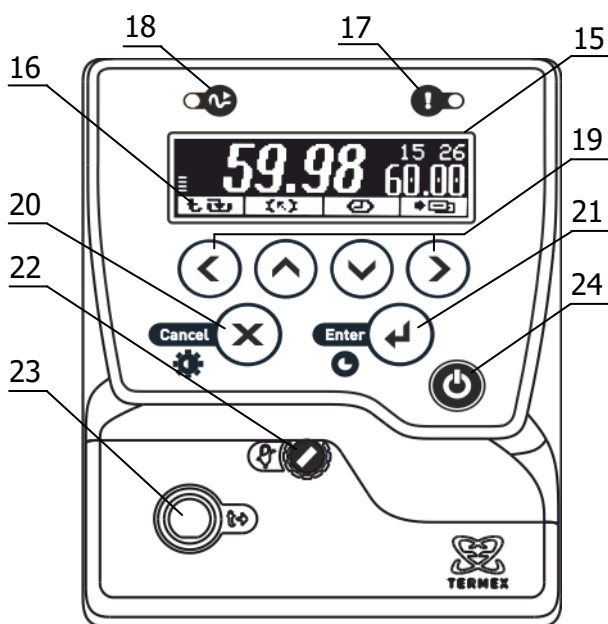

Рисунок 2 – Лицевая панель
Система безопасности блока регулирования отключает двигатель насоса и нагреватель при срабатывании хотя бы одной из защит или неисправности датчика температуры (1.2.13). При срабатывании системы безопасности раздается звуковой сигнал, загорается индикатор 17 (рисунок 2) и на дисплей 15 выводится информация о причине неисправности.
2.3.1 После подключения сетевого кабеля к электрической сети блок регулирования переходит в режим ожидания. Подключение сопровождается кратковременной подсветкой дисплея 15 (рисунок 2).
2.3.6 Для регулировки яркости подсветки или контраста дисплея нажать кнопку 20 (✕), выбрать изменяемый параметр кнопками (▲) и (▼) и установить его значение кнопками (◀) и (▶). Зафиксировать изменение нажатием кнопки 21 (↔) (рисунок 2).
2.5.6 Для выбора уставки в качестве текущей кнопками (  $\blacktriangle$  ) и (  $\blacktriangledown$  ) подвести к ней указатель. Значение отмеченной указателем уставки дублируется крупными цифрами в правой части дисплея. Для подтверждения выбора отмеченной уставки нажать кнопку 21 (  $\leftarrow$  ). Для отмены выбора нажать кнопку 20 (  $\times$  ) (рисунок 2).
2.5.7 Для изменения численного значения отмеченной указателем уставки нажать кнопку (▶). На рамке, обрамляющей значение уставки в правой части дисплея, появятся “засечки”, указывающие на изменяемую позицию в численном значении. Цифра в отмеченной позиции мигает. Нажатиями кнопок (▲) и (▼) установить требуемую цифру в отмеченной позиции. Если удерживать кнопку нажатой, значение уставки будет изменяться непрерывно. Нажатиями кнопок (◀) и (▶) переместить отметку изменяемой позиции. Дискретность изменения значения уставки зависит от положения изменяемой позиции: если отмечена позиция десятков, то при единичном нажатии кнопки (▲) или (▼) значение уставки изменится на 10 °С. Если отмечена позиция десятых долей, то значение уставки изменится на 0.1 °С соответственно. Закончить ввод нового значения уставки нажатием кнопки 21 (↵). Для возврата к значению уставки до ее изменения нажать кнопку 20 (✕) (рисунок 2).
2.6.3 При срабатывании защиты раздается звуковой сигнал и загорается красный индикатор срабатывания системы безопасности 17 (рисунок 2). Работа насоса и нагревателя будет заблокирована. На дисплее отобразится текущее состояние системы защит.
2.6.5 После устранения причины срабатывания защиты или ее отключения кнопкой (▶) индикатор 17 (рисунок 2) погаснет. Перевести блок регулирования в рабочий режим нажатием кнопки 21 (←).